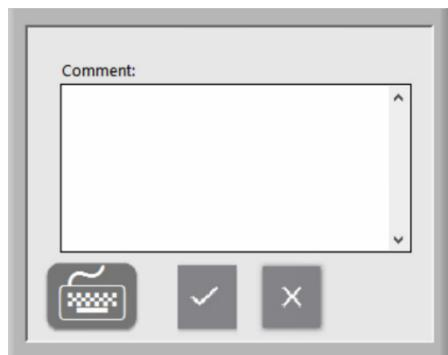

Figura 45: Ventana de comentarios
- Si lo desea, puede añadir un comentario a Assay Results.pdf pulsando el botón **Add Comment** (Añadir comentario). Se abrirá una ventana en la que el usuario puede añadir un comentario (Figura 45).